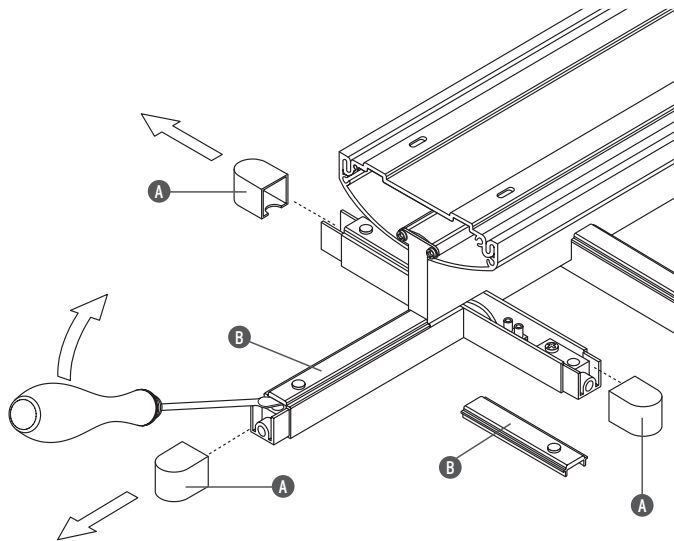

Fig. 1
<IT> Fig.1 Smontare i fregi (A) e le coperture (B).
<EN> Fig.1 Remove the friezes (A) and the covers (B).
<DE> Abb.1 Die Verzierungen (A) und die Abdeckungen (B) abmontieren.
<FR> Fig.1 Démonter les embouts (A) et les protections (B).
<PT> Fig.1 Desmontar as molduras (A) e as coberturas (B).
<RUS> Рис.1 Снять заглушки (A) и крышки (B).
< J > 図1 成形(A)とカバー(B)をはずして下さい。